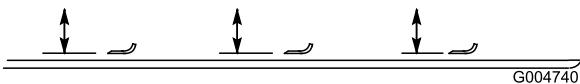

Figura 86
2. Gire la cuchilla hasta que los extremos estén orientados hacia adelante y hacia atrás (Figura 86). Mida desde el interior de la unidad de corte al filo de corte en la parte delantera de la cuchilla. Anote esta dimensión.